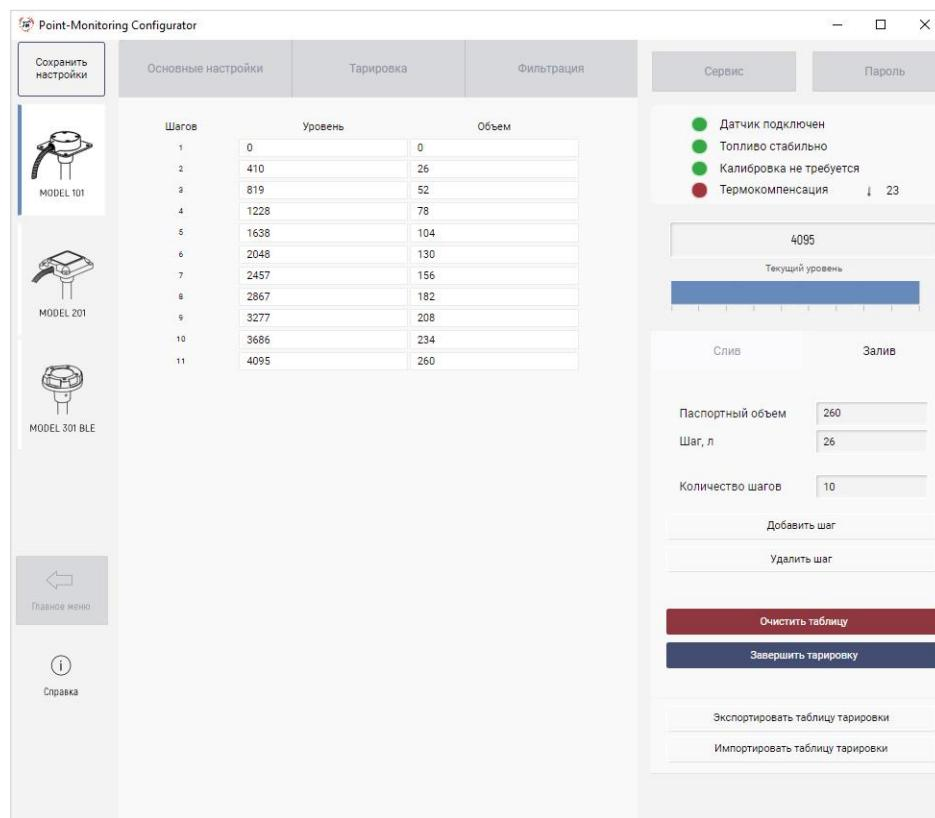

Рис. 36 – Окно программы по завершении процесса тарировки
- 5) Повторить пункты 3-4 до полной заправки бака. По завершении процесса тарировки окно программы будет выглядеть так, как представлено на Рис.36.